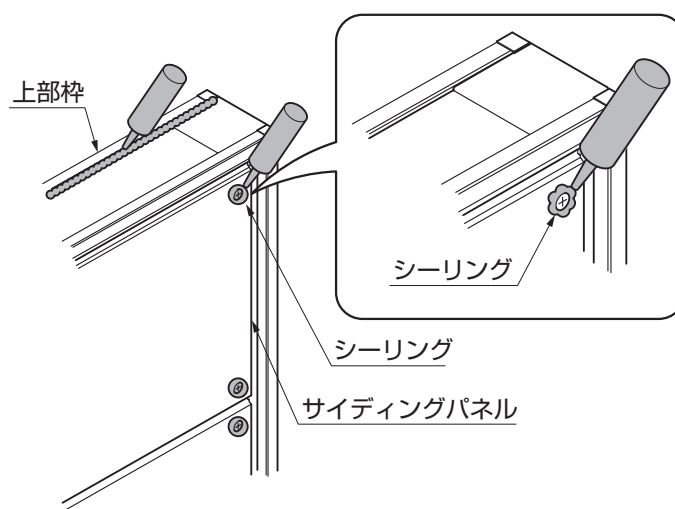

図7-4 ネジ部のシーリング
- ②サイディングパネル取付けネジ頭にシーリングをしてください。(図7-4参照)
- ③上部桤、フレームの接続部にシーリングをしてください。(図7-4参照)